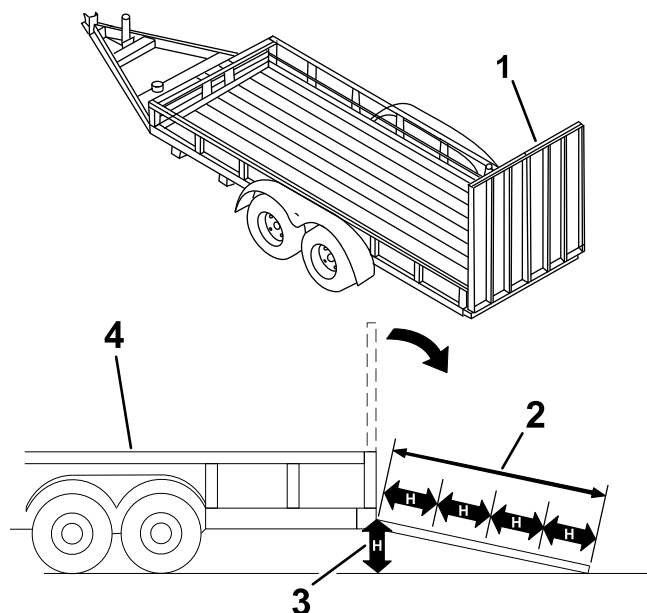

Figura 27
**Il caricamento della macchina su un rimorchio o un autocarro aumenta la possibilità di ribaltamento e può causare gravi lesioni o la morte (Figura 27).**
3. Abbassate la rampa Figura 27